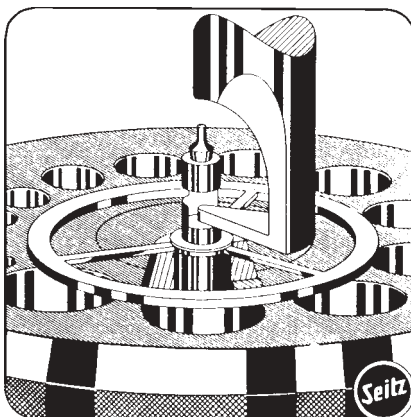

Abb. 36
- b) Dient zum Einschlagen des Zylinders in die Unruh (Abb. 36)